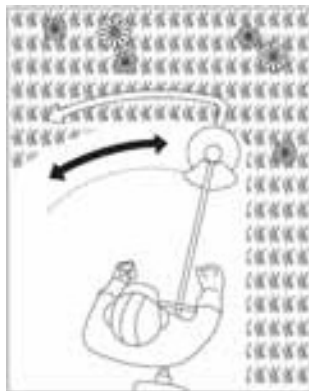

Fig. 5
- Suivez une cadence de travail. Restez toujours d'aplomb, avec les pieds bien écartés. Passez la tondeuse de droite à gauche de manière à ce que les débris puissent être éjectés hors de la zone de travail (Fig. 5).